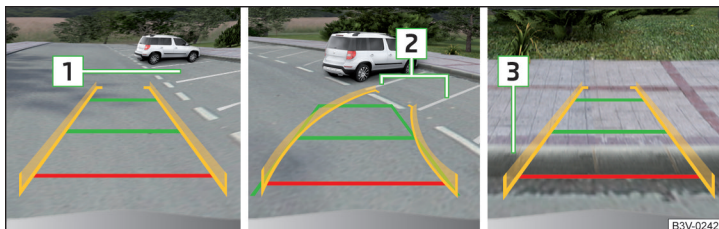

Fig. 267 Affichage à l'écran
- Avancer lentement vers la place de stationnement choisie **1** » fig. 267 et arrêter le véhicule.